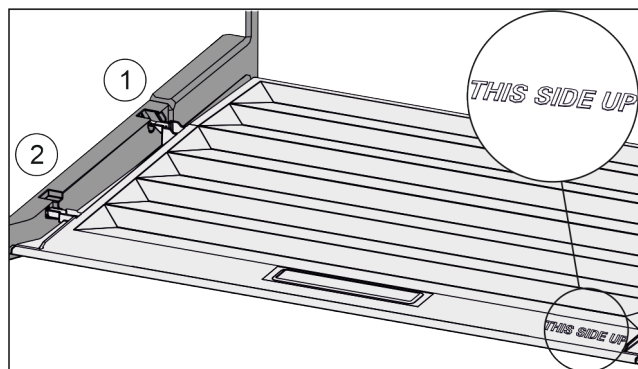

Fig. 68
- ▶ Výstupky víka zaveďte do zadních držáků Fig. 68 (1) a vpředu zaklesněte do držáku Fig. 68 (2).